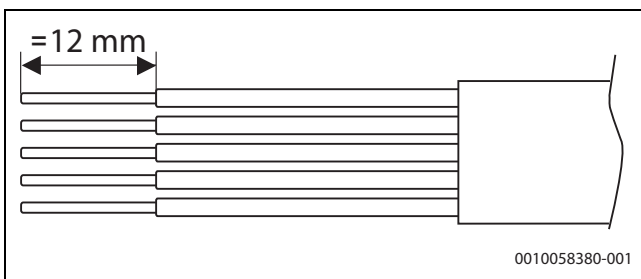

Bild 34 Abisolieren der Adern für den Netzanschluss
- ▶ Die angegebene Abisolierlänge beachten (→ Abbildung 34)